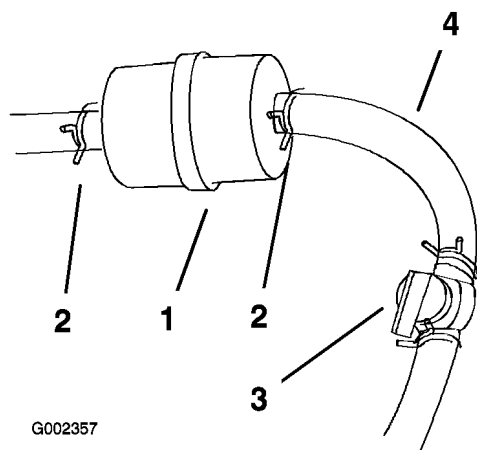

Figura 42
- Chiudete la valvola di intercettazione del carburante (Figura 42).
- Premete le estremità delle fascette stringitubo ed allontanatele dal filtro (Figura 42).
- Montate un nuovo filtro ed avvicinate le fascette stringitubo al filtro (Figura 42).
- Allentate la fascetta stringitubo e spostatela in alto sul tubo del carburante, lontano dalla valvola di intercettazione del carburante (Figura 42).
- Scollegate il tubo del carburante dal filtro del carburante (Figura 42).
Nota: Lasciate spurgare la benzina in una tanica apposita o in una bacinella (Figura 42).
- Collegate il tubo del carburante al filtro del carburante. Infilate la fascetta vicino al filtro del carburante, per fissare il tubo del carburante (Figura 42).